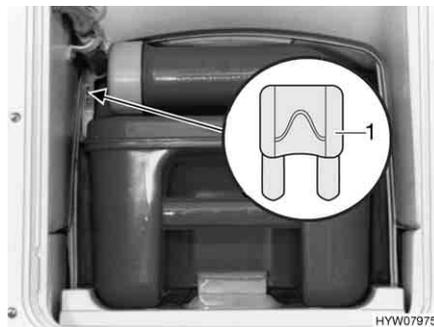

Fig. 123 Fusibile della toilette Thetford
- Sostituire il fusibile (Fig. 123,1).